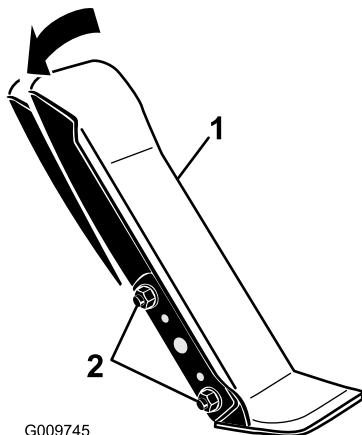

Figure 64
1. Desserrez les 2 écrous et boulons qui fixent le côté gauche de la pédale de déplacement au support (Figure 64).
2. Faites pivoter la pédale à l'angle voulu puis serrez les écrous (Figure 64).